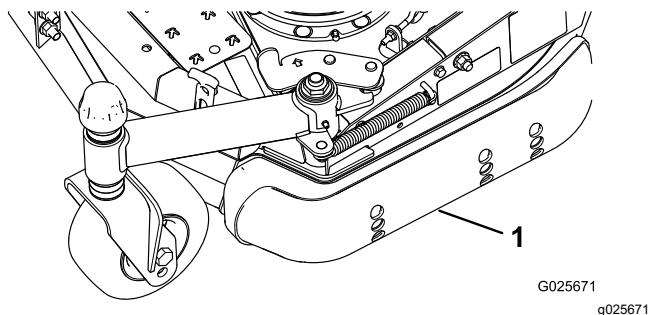

Bild 6
3. Lösen Sie die Schraube vorne an jeder Kufe. (Bild 6).